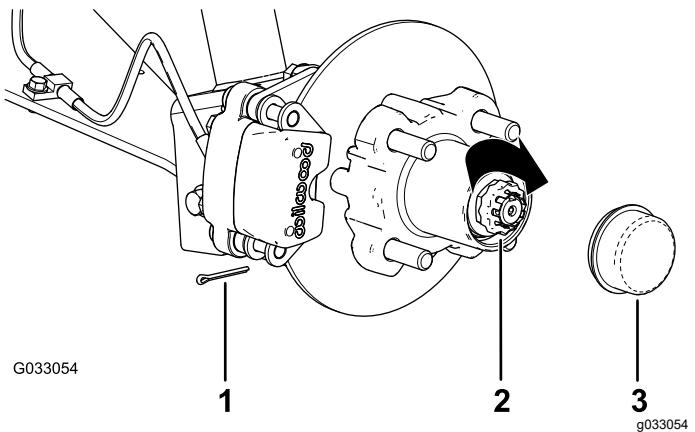

図 35
8. ナットの上からリテーナを取り付け、リテーナのスロットとスピンドルのスロットが整列しているかどうか確かめる図 35。
9. コッターピンを取り付け、ピンの足をリテーナに巻き付けるように曲げる図 35。
10. ハブにダストキャップを取り付ける図 35。